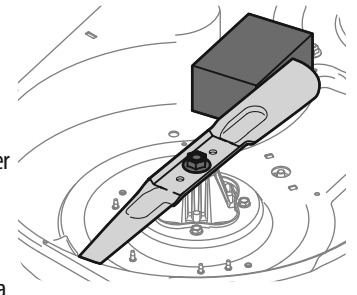

Figure 48
- Placez un morceau de bois entre le boîtier du plateau de coupe et la lame de coupe pour empêcher tout mouvement. Voir Figure 48.